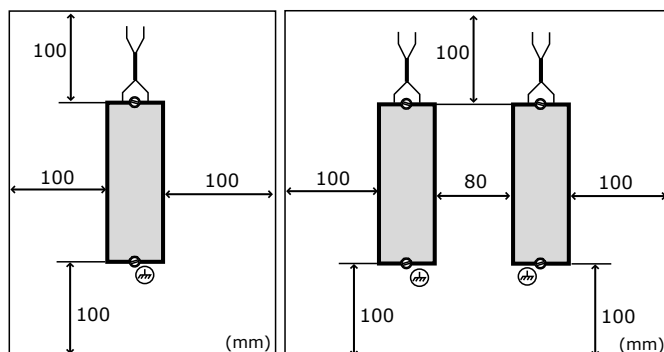

Fig.1
- In fase di montaggio si consiglia di rispettare le distanze di sicurezza riportate in Fig.1.